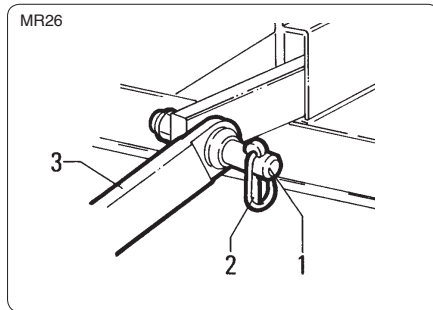

fig. 4.2.1
- *Den Schlepper im Rückwärtsgang an den Rasenmäher annähern. Dabei die unteren Lenker des Schleppers auf die beiden seitlichen Kupplungspunkte "1" Abb. 4.2.1. ausrichten.*
- Fissarli inserendo le relative copiglie di sicurezza "2" fig. 4.2.1.